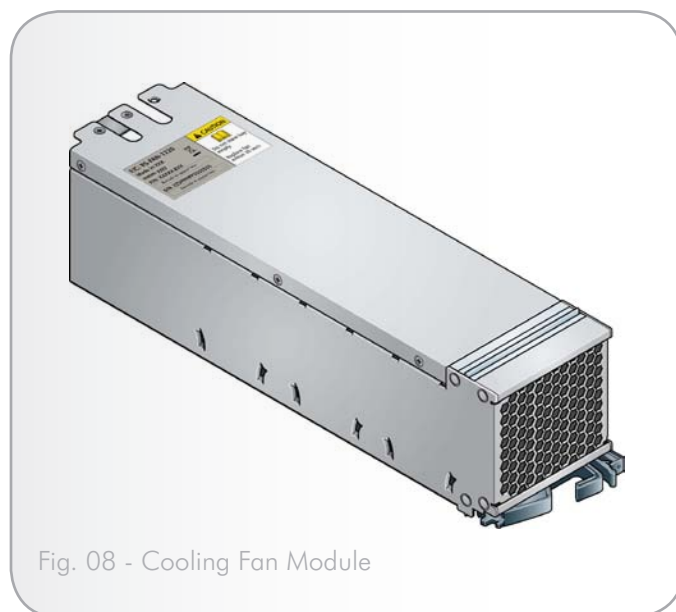

Fig. 08 - Cooling Fan Module
- ◆ One plug-in Cooling Fan module (See Fig. 08).
- ◆ One plug-in Cooling Fan module (see Fig. 08).